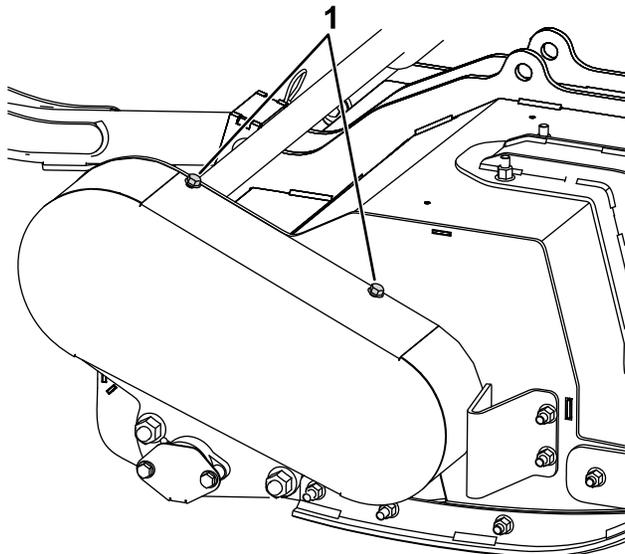

Figure 26
2. Desserrez les 4 boulons captifs qui fixent le haut et le bas du protège-courroie sur la machine (Figure 26).
9. Posez le protège-courroie (Figure 26).
2. Déposez le protège-courroie (Figure 26).